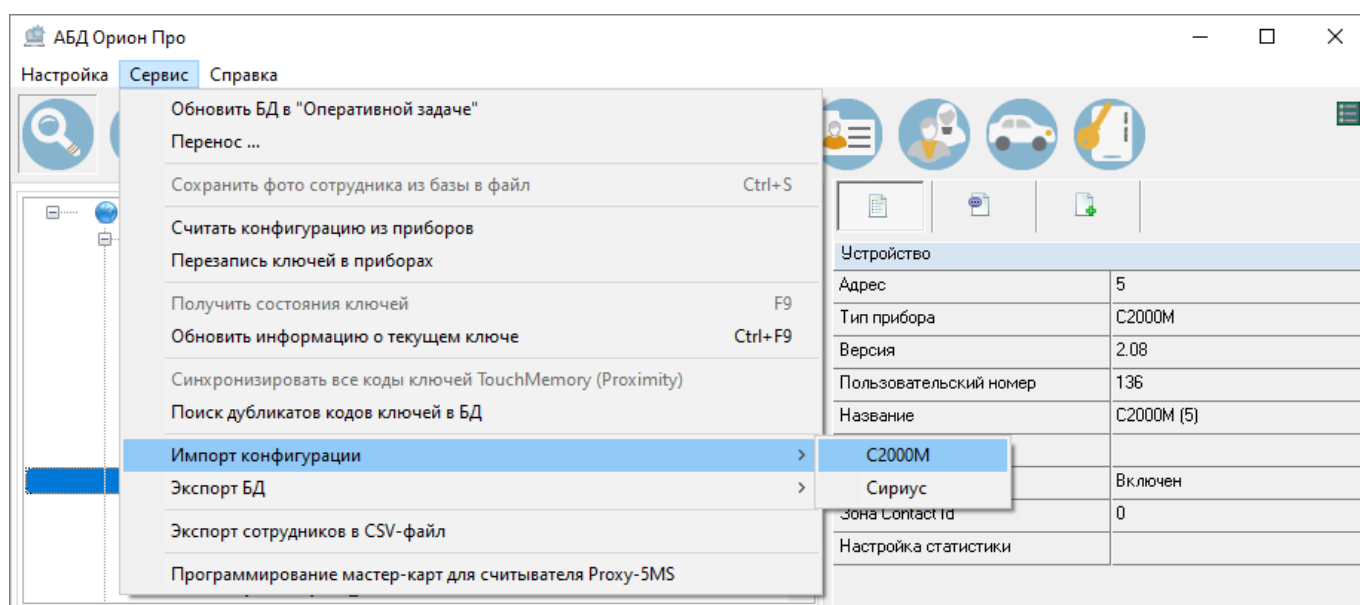

Рисунок 6-900 Инициализация импорта конфигурации пульта "С2000М" в БД через меню "Сервис"
- а) выделите в дереве объектов тот пульт «С2000/С2000М», для которого необходимо импортировать конфигурацию, и выберите в меню «Сервис» пункт «Импорт конфигурации», а затем пункт «С2000М» (см. Рисунок 6-900);